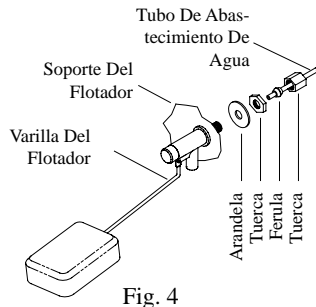

Fig. 4
- **La válvula de flotador.** Instale la válvula de flotador en el soporte del flotador dentro del enfriador y conecte el tubo de agua (véase fig. 4). Nota: La válvula de flotador está instalada en los modelos 75/85 y 95. Necesitará comprar la válvula de flotador por separado para los otros modelos.